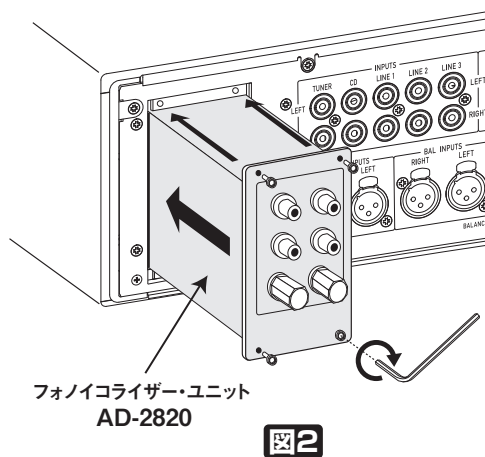

図2
- ③ C-2420本体下側の2本のガイドレールに沿って、AD-2820を挿入(図2参照)します。コネクタに当たって止まったら、少し力を入れてコネクタを完全に差し込みます。(パネル面が同一になればOKです。)
- ④ はずした4本のネジで確実に固定(時計回り)します。